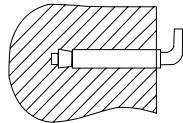

Рис. 5. Крепежный анкер для монтажа.
- Присоедините дренажный шланг (позиция 3 на рис. 5) к запорному крану на тройнике на входе холодной воды в водонагреватель и направьте его в канализацию, либо в место слива воды. Откройте запорный кран и дождитесь полного слива воды.
После выбора места монтажа определите места под два крепежных болта с крюками (в зависимости от спецификаций выбранного изделия). Проделайте в стене два отверстия необходимой глубины, соответствующие размеру крепежных болтов, вставьте винты, поверните крюк вверх, плотно затяните гайки, а затем установите на него электрический водонагреватель (см. рис. 5).